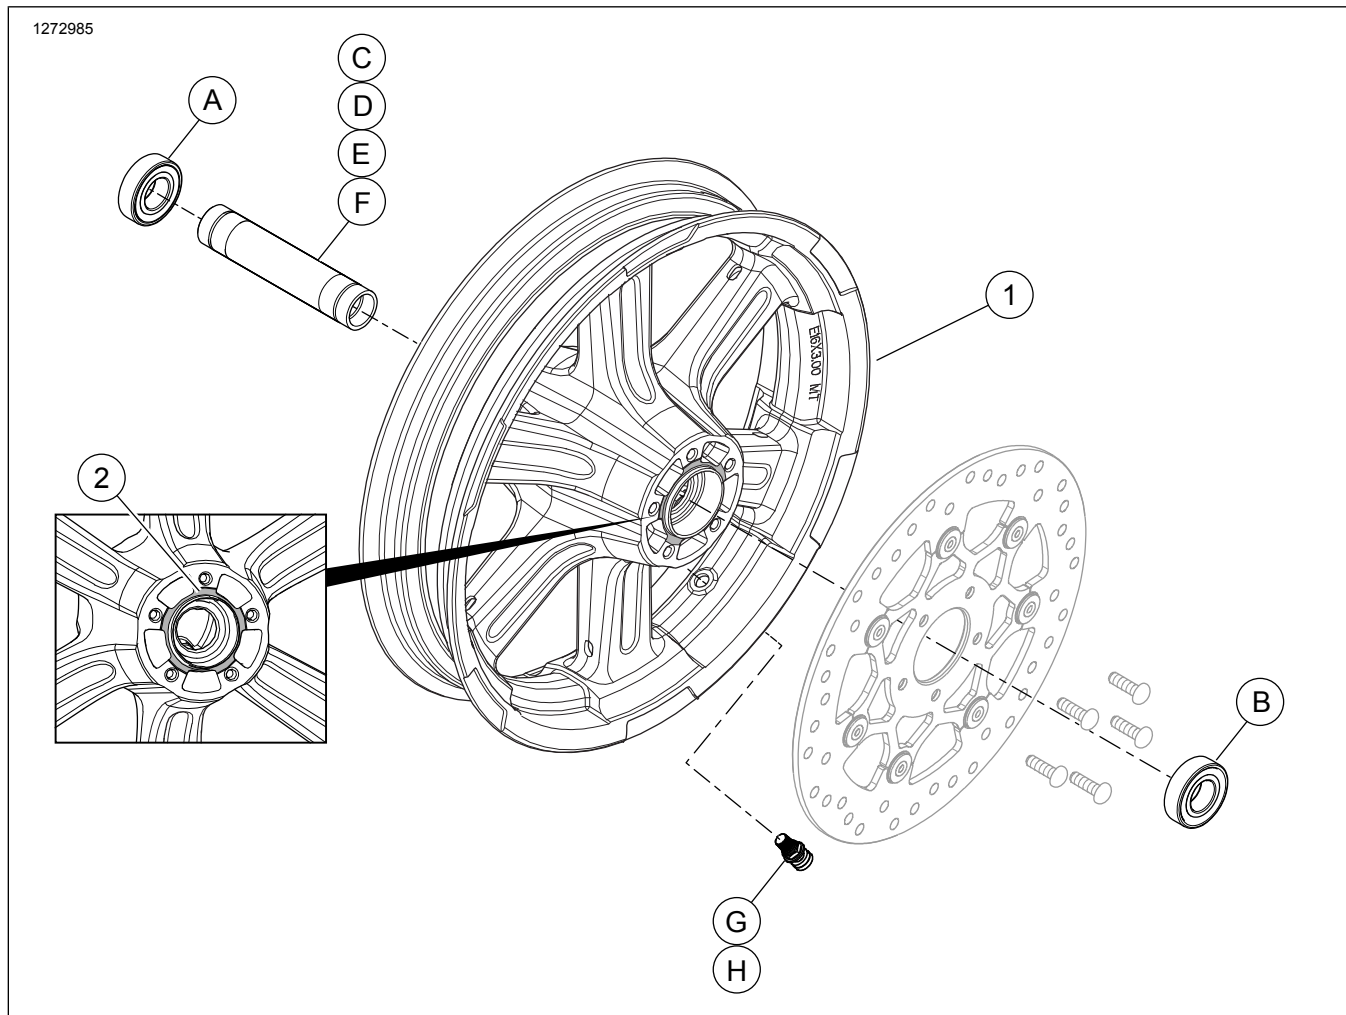

Figura 2. Parts tas-Service: Kit tar-rota ta' quddiem
Dan il-kit jinkludi r-rotta personalizzata biss. Ara Figura 2 u Tabella 3 għall-kontenuti tal-kit.
2. Ara Figura 2 . Installa l-assemblaġġ tal-istem tal-valv fuq ir-rota. Ara l-Manwali tas-Servizz.